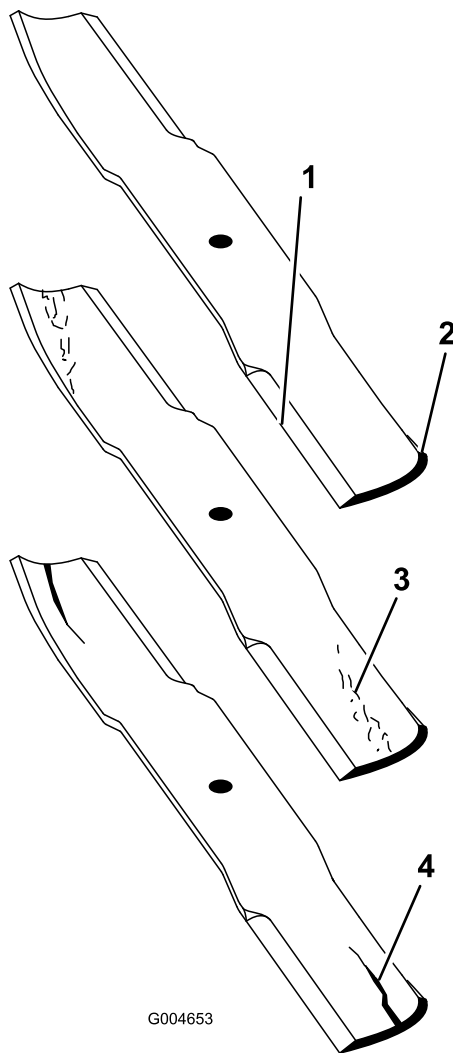

Figure 89
2. Examinez attentivement les tranchants de la lame, particulièrement au point de rencontre des parties plane et relevée (Figure 89).
Remarque: Le sable et les matières abrasives peuvent éroder le métal à cet endroit, c'est pourquoi il est important de contrôler l'état de la lame avant d'utiliser la tondeuse. Remplacez la lame si elle vous semble usée (Figure 89).